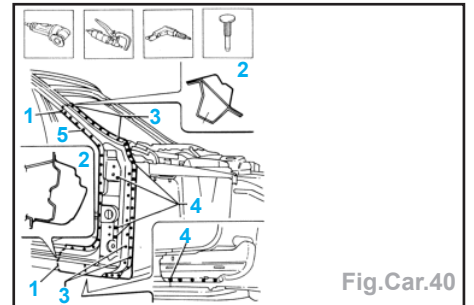

Fig.Car.40
- Utiliser un chalumeau oxyacétylénique pour éliminer la soudo-brasure au point indiqué (1).
- A l'aide de la perceuse, faire sauter les points de soudure indiqués et retirer la gorge porte-joint de porte (3).
- A l'aide d'une scie circulaire, suivre les lignes de découpe en pointillé (1) (Fig.Car.40).